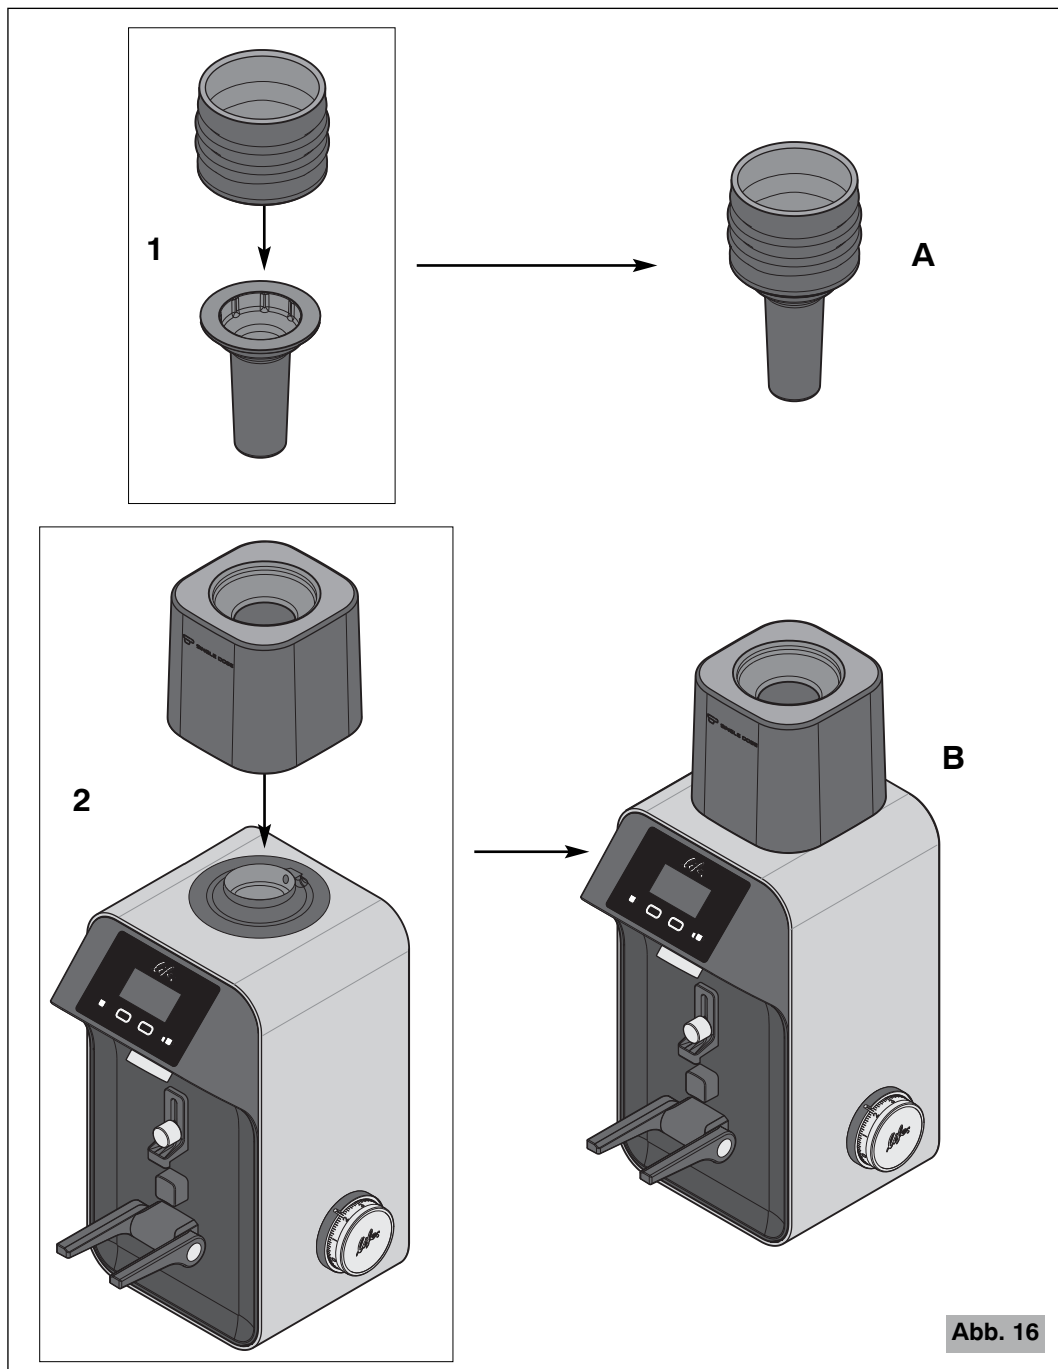

Abb. 16
5. Den Faltenbalg im Bohnenschieber einsetzen (Punkt 1 der Abb. 16).
6. Den Kit-Untersatz an seinem Sitz positionieren (Punkt 2 der Abb. 16).
- 5 Die Faltenbalg-Bohnnenschieber-Gruppe (A Abb. 16) so in der Öffnung des Untersatzes einsetzen, dass sie auf den Kaffeebohnen liegt (Abb. 16a).
Niemals das Gerät benutzen, ohne den Kaffeebohnenbehälter mit der entsprechenden Schraube (6a, Detail A Abb. 3) befestigt oder ohne den Untersatz des Kits der Einzelportion positioniert zu haben (Punkt 2 Abb. 16).